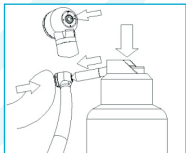

Fig. 9-1
- Use el lubricante especificado para el dispositivo médico para limpiar y lubricar el interior del dispositivo médico: conecte la tobera al tubo del bote de aerosol y después insértela en el tubo de aire de impulsión del dispositivo médico (Fig. 9-1), pulverice durante 2 o 3 segundos hasta que salga el lubricante del cabezal.